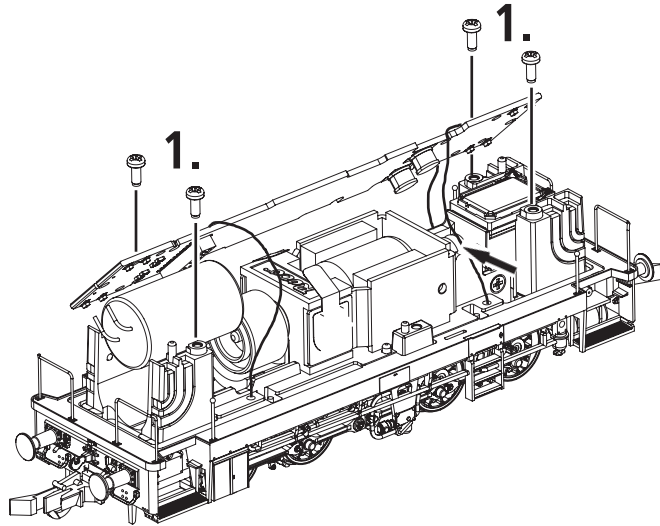
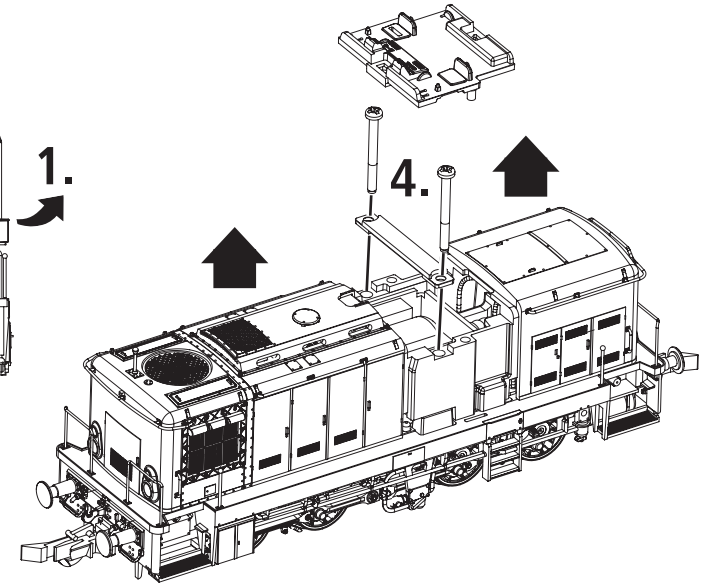
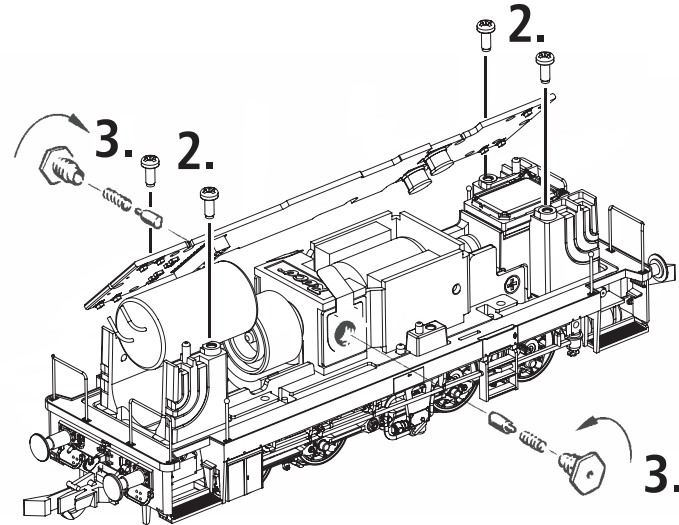

Fig. 7
Fig. 3
Fig. 5
3. Haftreifenwechsel: Zuerst das Gehäuse abnehmen (Fig. 3). Dann die Kurbelzapfen herausziehen (Fig. 7). Danach die **Haftreifen** mit einer Nadel od. mit einem feinen Schraubendreher abziehen (Fig. 7). Beim Aufziehen der neuen Haftreifen darauf achten, dass diese sich nicht verdrehen.
4. Kohlebürstenwechsel: Lokgehäuse abnehmen (Fig. 3). Danach wird der Motor ausgebaut und die Kohlebürsten ausgewechselt (Fig. 5).
2. Lubrication: Apply **tiny oil drops** to spots marked in fig. 6. Prior to lubrication dismantle locomotive (fig. 3). We recommend using item no. **10906, Roco oiler**. For lubrication the gearparts (e.g. cogwheels, worm) we would recommend our Roco **special grease** (item no. **10905**).
3. Change of traction tyre: Remove the body (fig. 3). Then pull out crank shaft pin (fig. 7). Take out **wheel set** and remove **traction tyre** using a pin or a fine screwdriver (fig. 7). When pressing on the new traction tyre please **avoid twisting it**.
4. Carbon Brush Changing: First remove loco body (fig. 3), and then the carbon brush (fig. 5).
2. Graissage: N'appliquez **qu'une toute petite goutte** aux endroits indiqués par le plan de graissage (fig. 6) après avoir démonté la caisse de la locomotive (fig. 3). Nous vous recommandons **le graisseur à huile Roco réf. 10906**. Pour graisser les engrenages (roues dentées, vis sans fin) nous vous conseillons la **graisse spéciale Roco réf. 10905** pour engrenages en matières synthétiques. Lorsque vous utilisez cette graisse il faut éviter d'huiler ces composants.
3. Échange des bandages d'adhérence: Démontez la caisse (voir fig. 3). Retirez le pivot de manivelle (fig. 7). Délogez ensuite les essieux bandagés et enlevez, à l'aide d'une aiguille ou d'un tourne-vis fin, les bandages d'adhérence (fig. 7). Lors du montage des nouveaux bandages veuillez veiller à ce que les bandages **ne soient pas tor-dues**.
4. Remplacement des balais du moteur: Démontez la caisse (voir fig. 3). Démontez ensuite le moteur et échangez le balais (fig. 5).
voir } Fig.3
1. siehe see voir } Fig.3